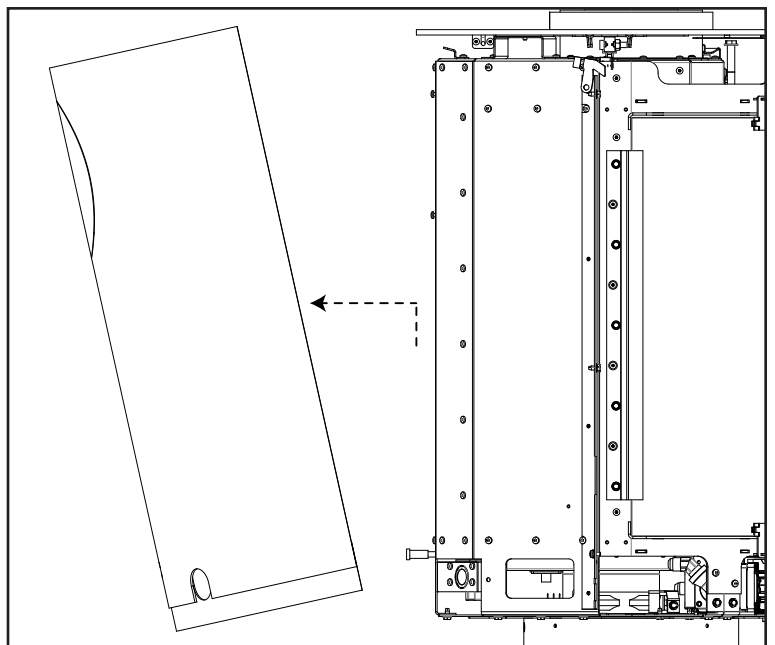

Figure 32: Retrait du châssis arrière
4. Soulevez pour dégager la fente des entretoises et retirez-la de l'unité (voir la Figure 32).